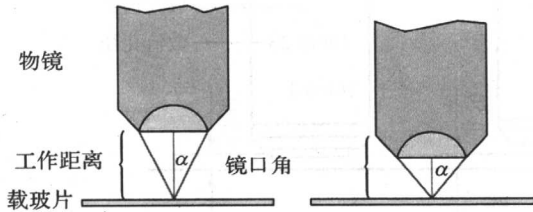

图 1-4 物镜的镜口角
式 1-1 中,  $n$  为物镜与标本之间介质的折射率,  $\alpha$  为镜口角(通过标本的光线延伸到物镜边缘所形成的夹角, 见图 1-4)。
根据式 1-3，在物镜数值孔径不变的条件下， $D$  值的大小与光波波长成正比。要提高物镜的分辨率，可通过两条途径：①采用短波光源。普通光学显微镜所用的照明光源为可见光，其波长范围为 400~700 nm。缩短照明光源的波长可以降低  $D$  值，提高物镜分辨率。②加大物镜数值孔径。提高镜口角  $\alpha$ (图 1-4)或提高介质折射率  $n$ ，都能提高物镜分辨率。若用可见光作为光源(平均波长为 550 nm)，并用数值孔径为 1.25 的油镜来观察标本，能分辨出的两点距离约为 0.22  $\mu\text{m}$ 。